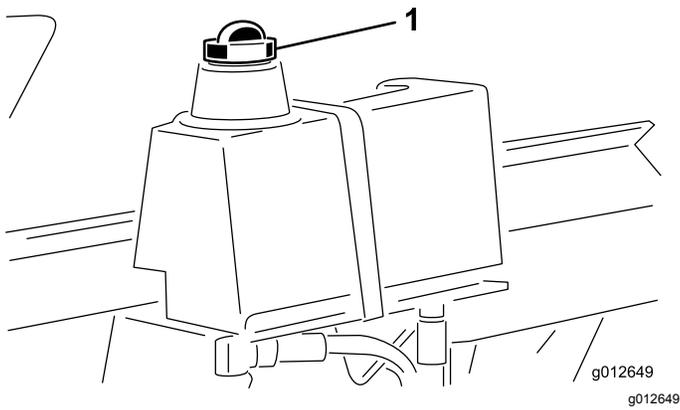

Figure 35
3. Retirez le raccord au fond du réservoir hydraulique et vidangez complètement le réservoir (Figure 35).
5. Nettoyez la surface autour du goulot de remplissage et du bouchon du réservoir hydraulique, puis retirez le bouchon (Figure 35).
8. Remettez le bouchon de réservoir en place (Figure 35).